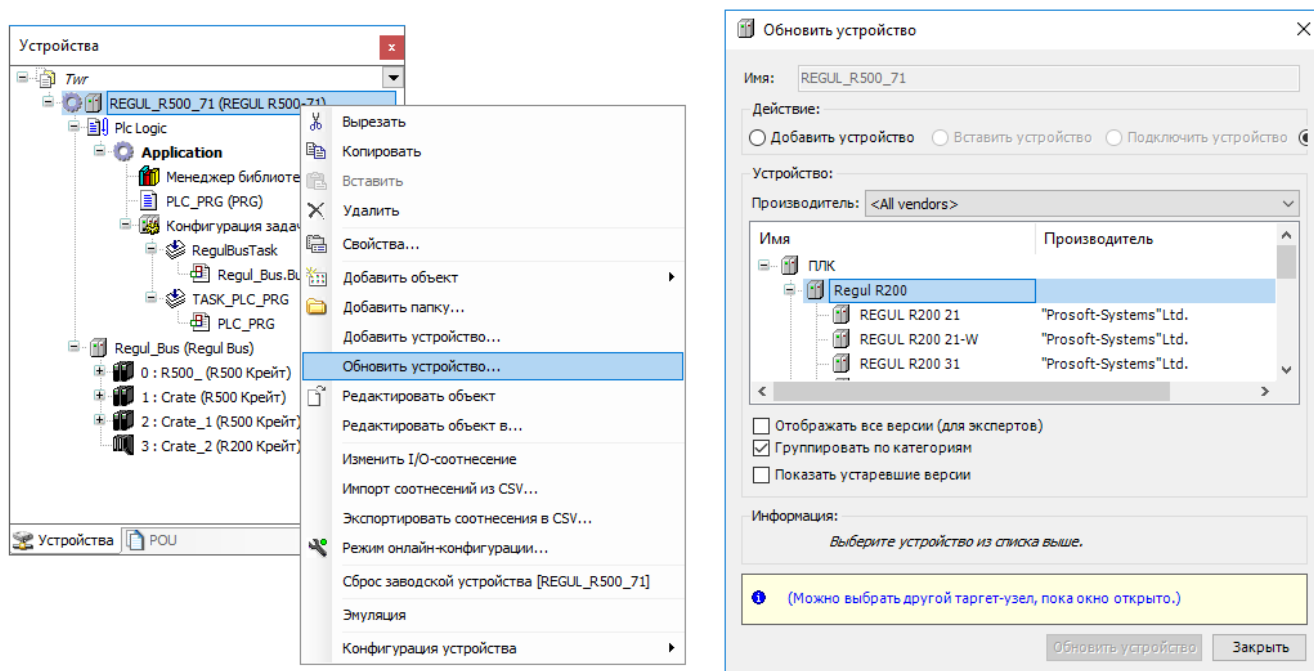

Рисунок 36. Обновление устройства
- замените контроллер (головное устройство в дереве устройств) – в контекстном меню выберите пункт **Обновить устройство...** Откроется окно **Обновить устройство**, где в списке выберите новый контроллер, нажмите кнопку **Обновить устройство** (Рисунок 36). Закройте окно;